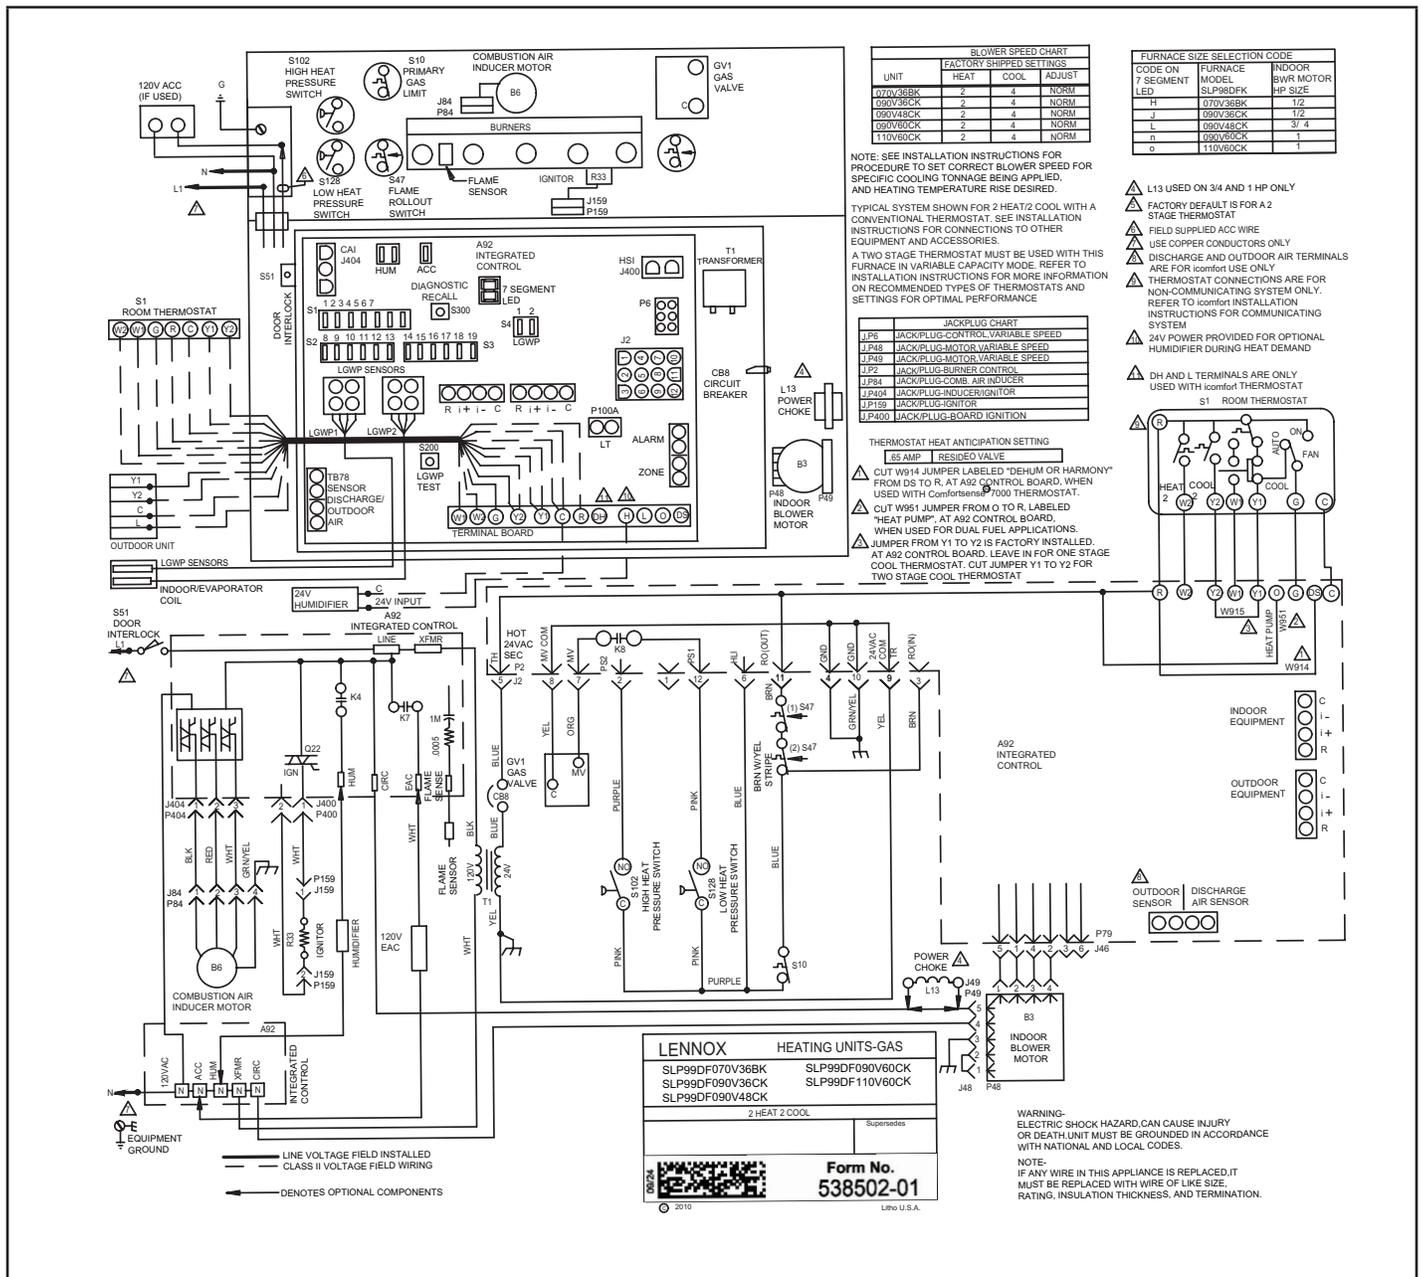

FIGURE 49
- 5 - Raccordez les câbles à l'équipement. Utilisez le diagramme de câblage de l'unité et le diagramme de câblage sur place illustrés à la FIGURE 49 et au TABLEAU 15. Utilisez un fil de calibre 18 ou plus gros qui est approprié pour le branchement des thermostats de Classe II.